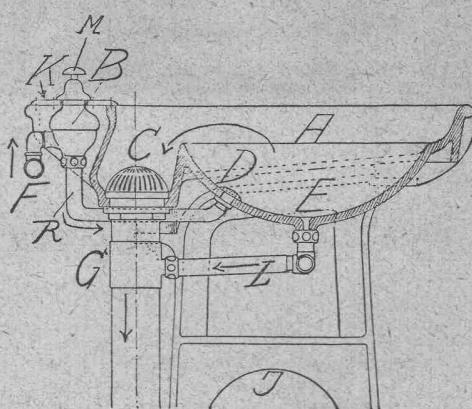

Fig. P 846
b) Bei Adsella-Reihenwaschtischen Fig. P 848 u. P 849, mit Adsella-Zuflußvorrichtung Fig. P 846 (Siehe oben):
„ „ „ b) Adsella-Reihenwaschtischen mit Adsella-Zuflußvorrichtung Fig. P 846	„ 27.—